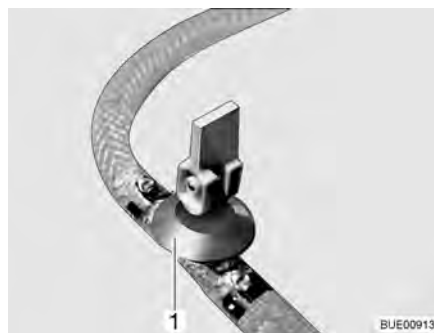

Bild 135 Avtappningskran
- Stäng avtappningskranen/avtappningskranarna. Ställ vipparmen (Bild 135,1) i vågrätt läge.
- Öppna avtappningskranen/avtappningskranarna (Bild 135). Ställ vipparmen (Bild 135,1) i lodrätt läge. Varmvattenberedaren töms utåt.